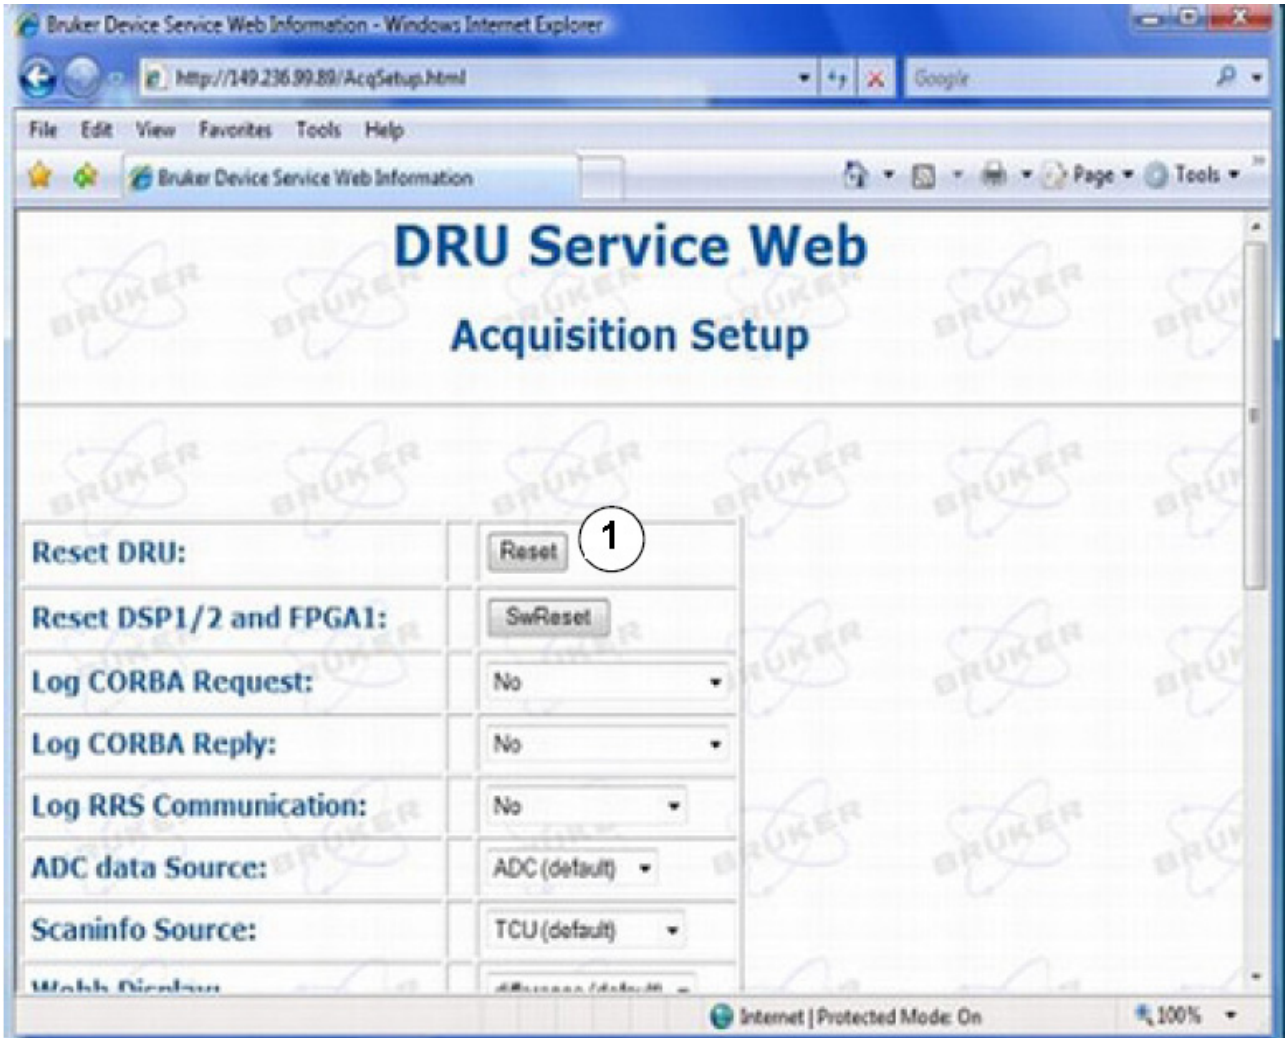

Figure 12.4: Bruker Device Service Web Information
- Cliquez sur le bouton **OPEN** de la DRU (Digital Receiver Unit) pour accéder à cet appareil. Choisissez le 'DRU Service Web', 'Device Setup' et 'AcqSetup' pour ouvrir la fenêtre montrée en Figure 12.4. Cliquez le bouton **RESET** pour une réinitialisation de la DRU.